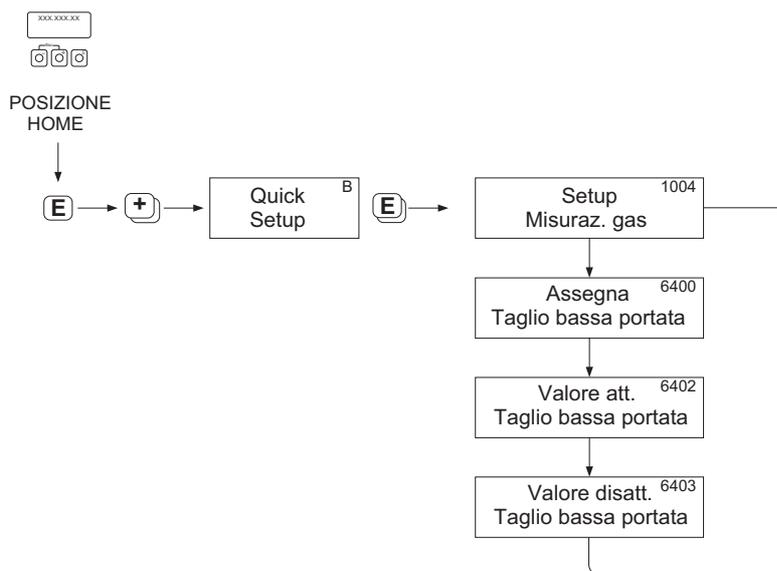

Fig. 44: Menu Quick Setup "Misura gas"
- mediante la funzione QS MISURA GAS (1004) → Fig. 44 o